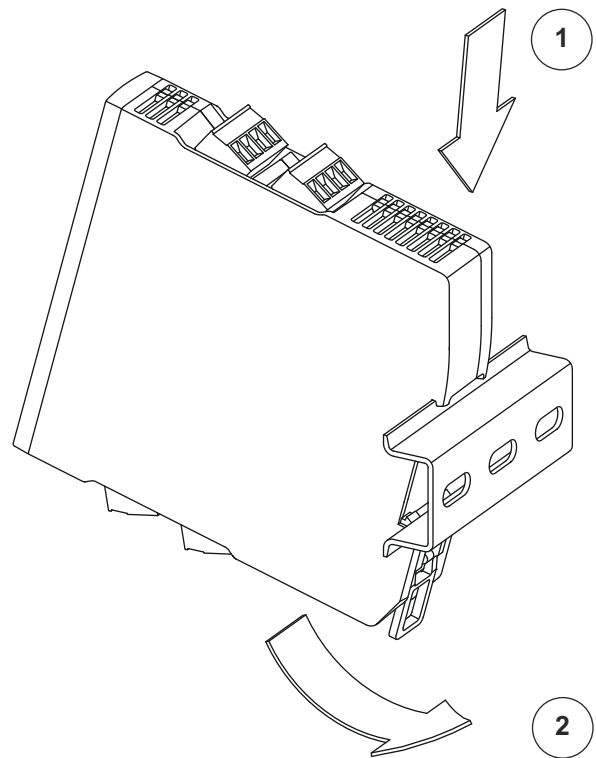

Abbildung 58: Montage des Sicherheitsrelais auf der DIN-Schiene.
2. Hängen Sie das Sicherheitsrelais mit der Oberseite der Rückwand an die DIN-Schiene. Siehe **Abbildung 58** (1).
3. Drücken Sie die Unterseite der Rückwand des Sicherheitsrelais auf die DIN-Schiene, bis Sie ein Klicken hören. Siehe **Abbildung 58** (2).